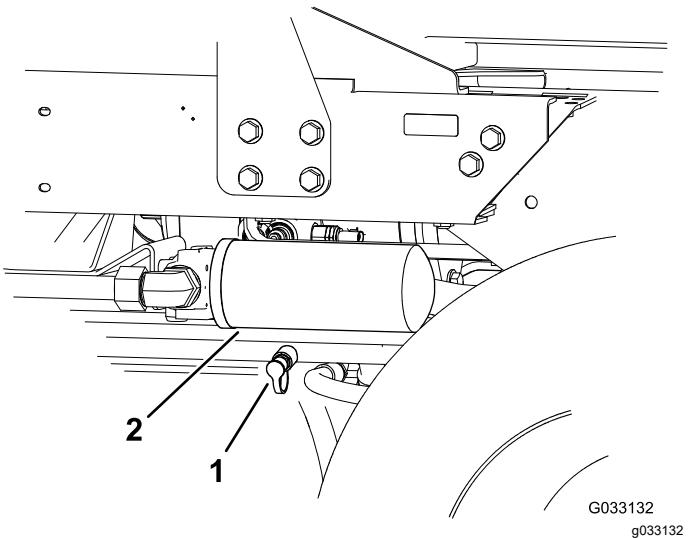

**Bild 39**
- Toro Bestellnummer 340-77, Hydraulikanschlussstück (2)
1. Installieren Sie das Diagnose-Anschlussstück in dem unmarkierten Anschluss zwischen den Anschlüssen M8 und P2 am Heckantriebverteiler (Bild 39).